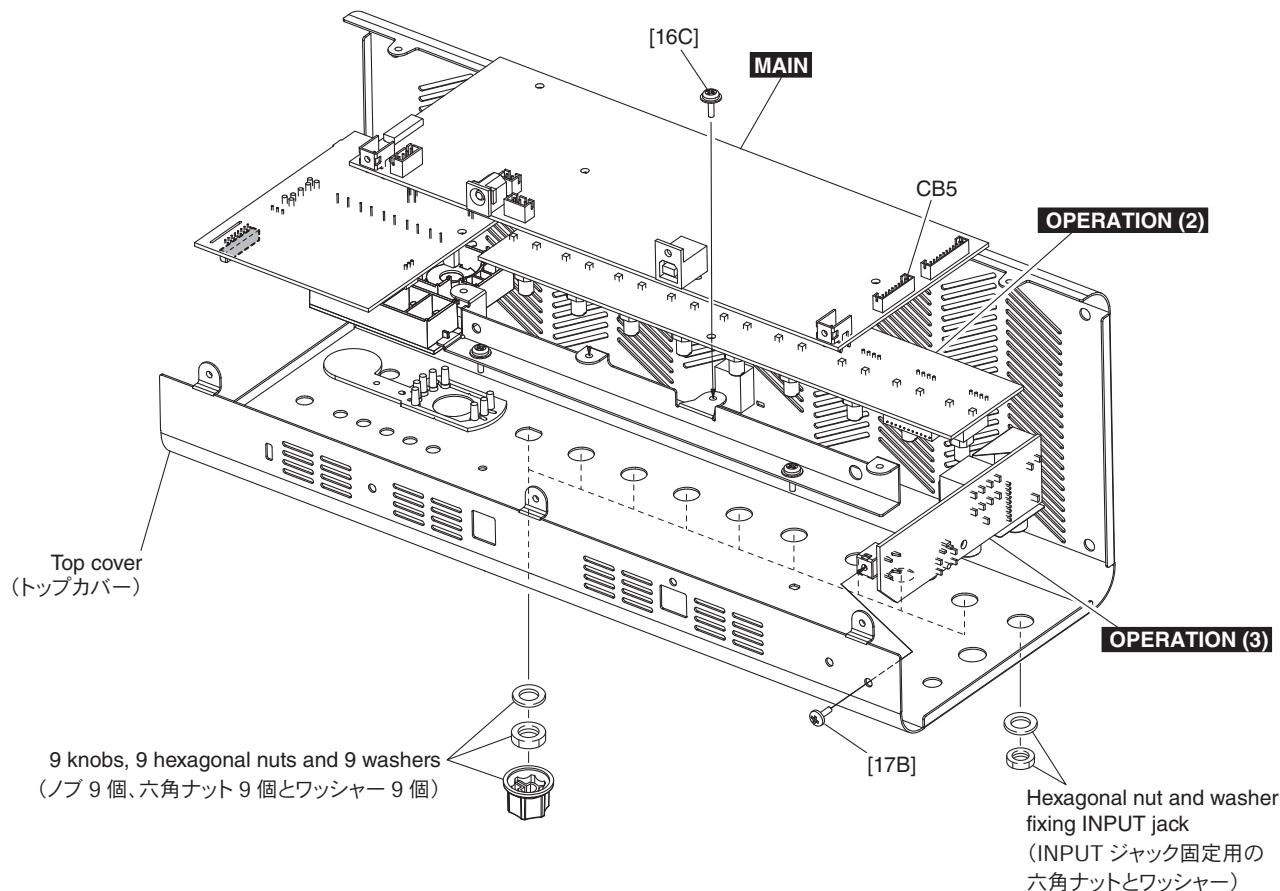

Fig. 4 (図 4)
- 4-3 Remove the nine (9) knobs, nine (9) hexagonal nuts and nine (9) washers underneath each knob. (Fig. 4)
- 4-4 Remove the screw marked [16C]. The OPERATION (2) circuit board can then be removed. (Fig. 4)
**5. OPERATION (3) Circuit Board
- 5-2 Remove the hexagonal nut and washer fixing INPUT jack, and screw marked [17B]. The OPERATION (3) circuit board can then be removed. (Fig. 4)
- 5-3 Disconnect the connector assembly from CB5 on the MAIN circuit board. (Fig. 4)
**4. OPERATION (2) シート (所要時間: 約 5 分)**
- 4-3 ノブ 9 個、各ノブの下の六角ナット 9 個とワッシャー 9 個を外します。 (図 4)
- 4-4 [16C] のネジを外し、OPERATION (2) シートを外します。 (図 4)
**5. OPERATION (3) シート (所要時間: 約 3 分)**
- 5-2 INPUT ジャック固定用の六角ナットとワッシャー、[17B] のネジを外し、OPERATION (3) シートを外します。 (図 4)
- 5-3 MAIN シートの CB5 から束線を外します。 (図 4)